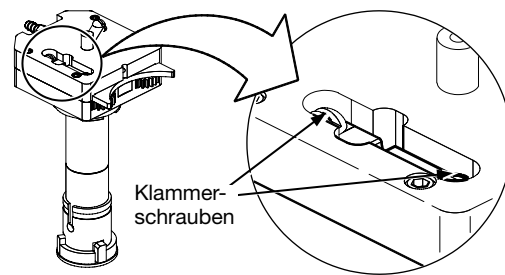

Abbildung 36 Untersuchen der Klammerschrauben
11. Sicherstellen dass die beiden Klammerschrauben festgezogen sind. Siehe Abbildung 36.